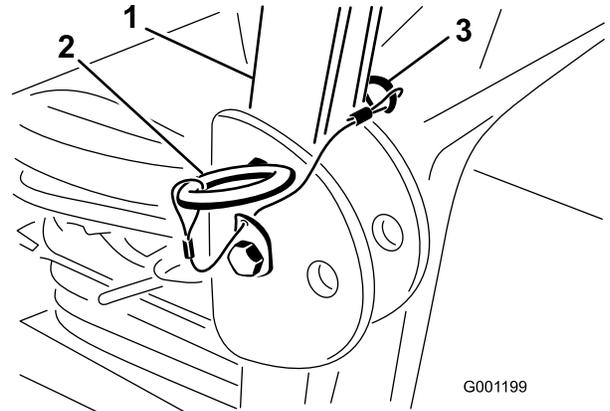

図 8
1. 保護バーについているヘアピンコッターを外して、ついてるピン2本を抜き取る 図 8。
2. 横転保護バーを立て、ピン2本で固定し、ピンが外れないようにヘアピンコッターで固定する 図 8。